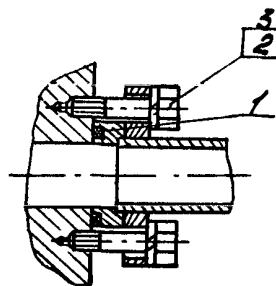

Рис.25. Узел соединения трубок диаметром 32x36 и 25x28 мм (см.рис.3, узел II):
26.1. Вывинтить болт 2 (рис.25), отвести в сторону трубу дутьевого клапана камеры 10 (см.рис.3).